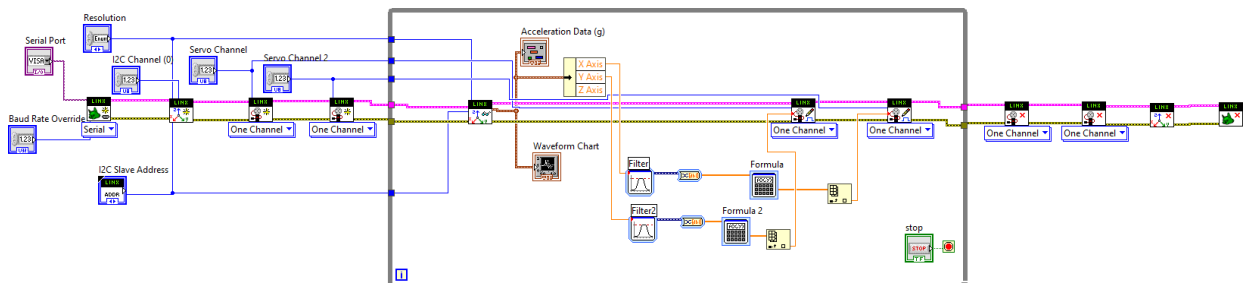

Figura 4.24. Código en LabVIEW para sensar acelerómetros tri-axiales y controlar dos servomotores
También podrá programar la aplicación usando las librerías LINX (Hobbyist) en lugar del código de texto en lenguaje C del Arduino. En la figura 4.24 se observa el ejemplo de un código usando las Librerías LINX de MakerHub para sensar el acelerómetro y controlar el movimiento de dos (2) servomotores.